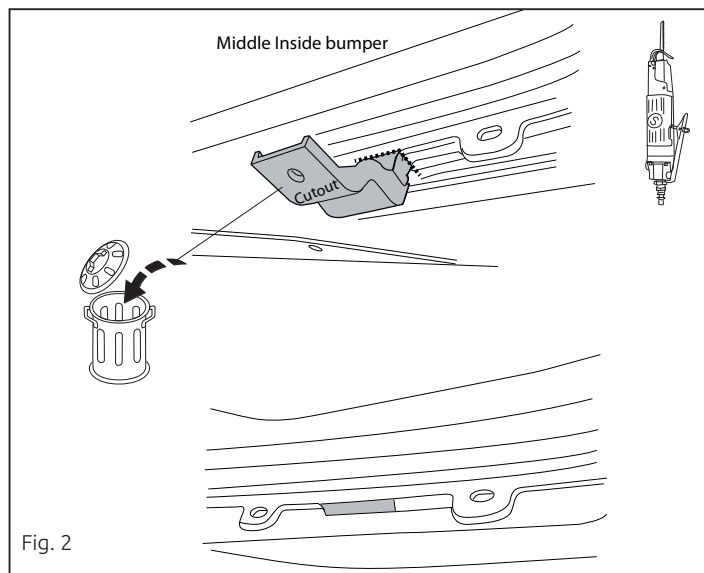

Fig. 2
- 3. Saw out the indicated section in accordance with figure 2.
- Gemäß Abb. 2 das angegebene Teil ausschneiden.
3. Sciez la partie indiquée conformément à la figure 2.